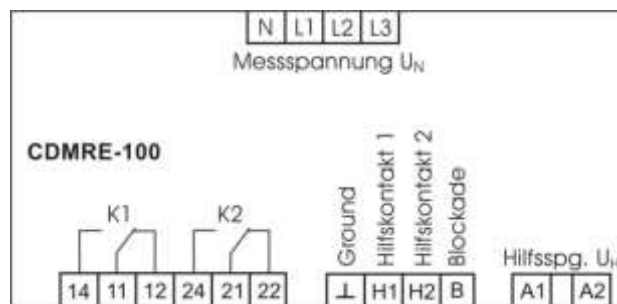

Abb. 3 - Anschlussbelegung
2. Anschlussbelegung, siehe Abb. 3